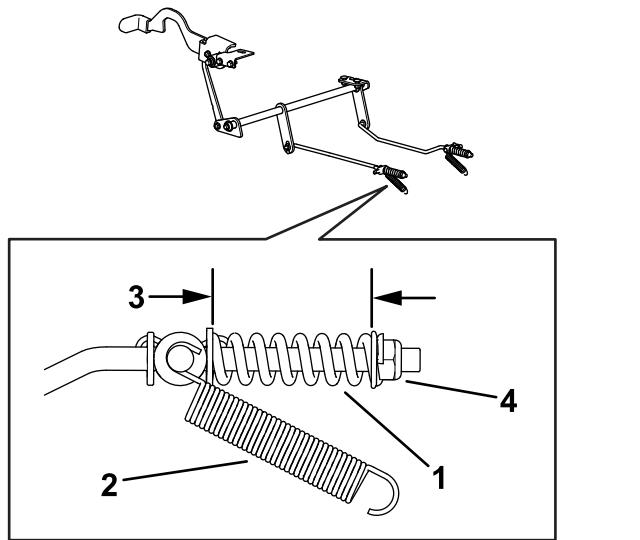

Figura 68
8. Compruebe la longitud de ambos muelles como se muestra en la Figura 68. Si es necesario ajustarlos, gire la tuerca de retención del muelle en sentido horario para acortar el muelle y en sentido antihorario para alargarlo. Repita el paso 6.